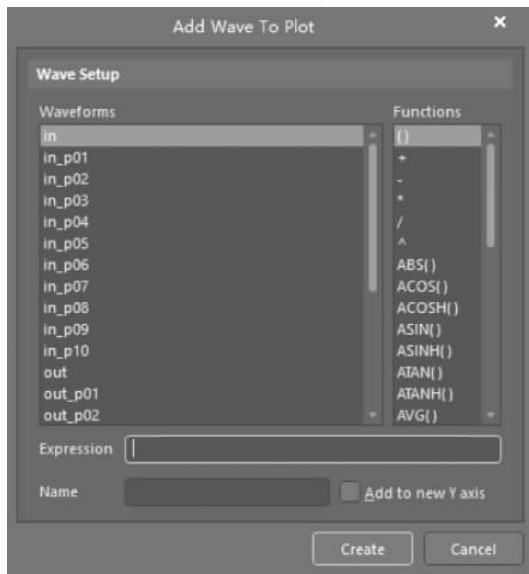

图 3-47 添加波形界面
- (1) 运行 Spice 仿真后,弹出消息对话框,关闭该对话框。
- (2) 自动打开 PCB_Project1. sdf 文件。在该文件下有两个标签。其中一个是 Operating Point,另一个是 Transient Analysis。单击 Transient Analysis 标签。
- (3) 如果没有波形出现,则在该文件的图形界面内单击鼠标右键,出现快捷菜单,选择 Add Wave To Plot。
- (4) 出现图 3-47 所示的选择添加波形对话框。依次选择 in、out、out_p01、out_p02、out_p03、out_p04、out_p05、out_p06、out_p07、out_p08、out_p09、out_p10,并依次单击 Create 按钮,直到将所有波形添加到波形图界面中。